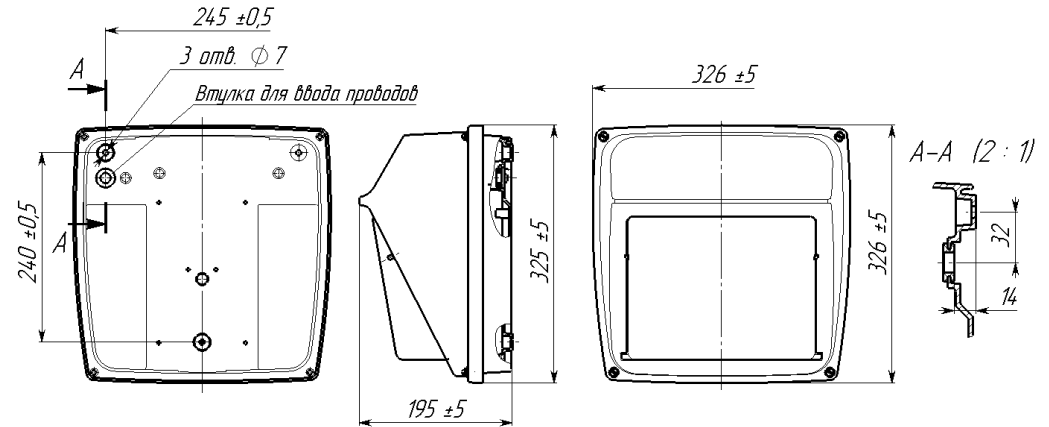

Рисунок 1
2.1 Светильники серии ЖБУ30/РБУ30/ГБУ30 «Плутон» (рисунок 1) предназначены для наружного освещения: освещения прилегающих к зданиям территорий, внутридворовых территорий, входов в подвезды зданий, переходов, подземных пешеходных переходов.